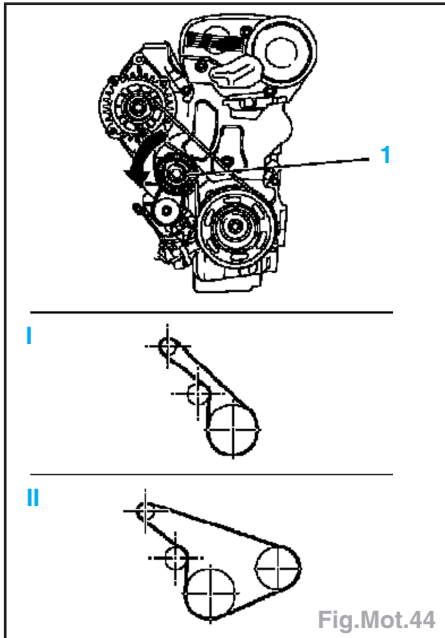

Fig.Mot.44
- Tendre le tendeur dans le sens inverse des aiguilles d'une montre et déposer la courroie (Fig.Mot.44).